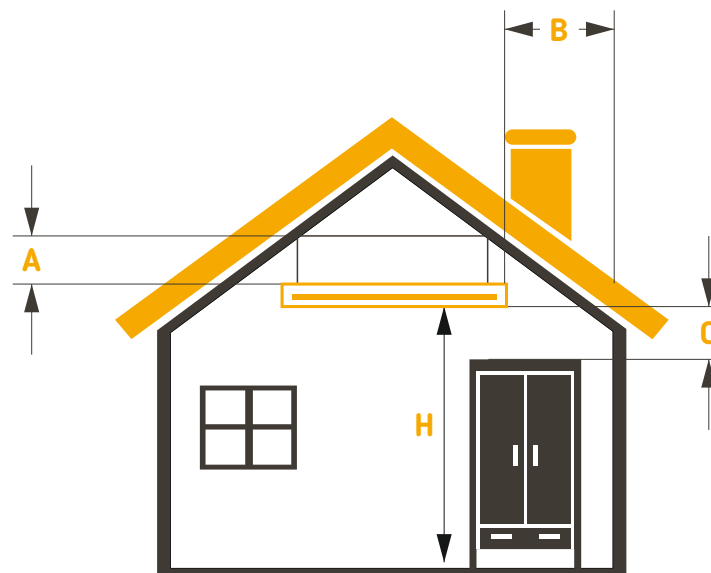

Рис. 2. Схема установки инфракрасного обогревателя
- ✓ Для правильной установки инфракрасного обогревателя необходимо воспользоваться приведенной ниже схемой (рис.2) и таблицей 4